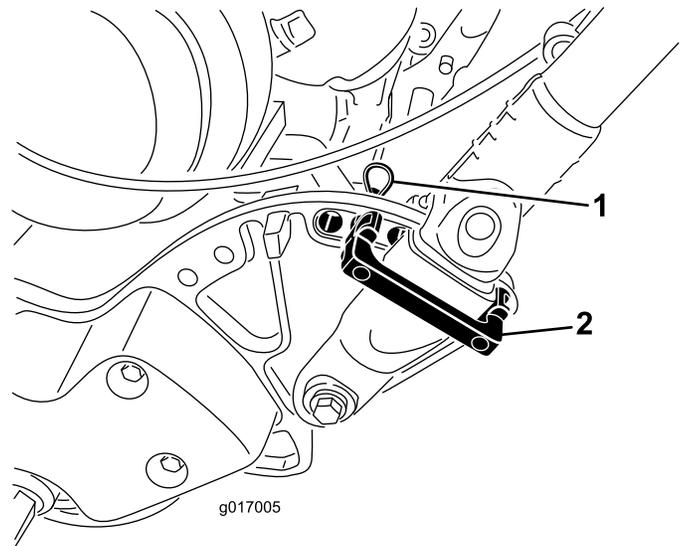

Figura 8
1. Enquanto apoia a pega, remova as braçadeiras de cabos que prendem os grampos da pega às placas laterais (Figura 8).
2. Rode a pega para posição de operação desejada e coloque um fixador da pega por cima do grampo e nos orifícios de alinhamento na placa lateral (Figura 8).
3. Mantenha o grampo na posição com um perno de gancho (Figura 8).